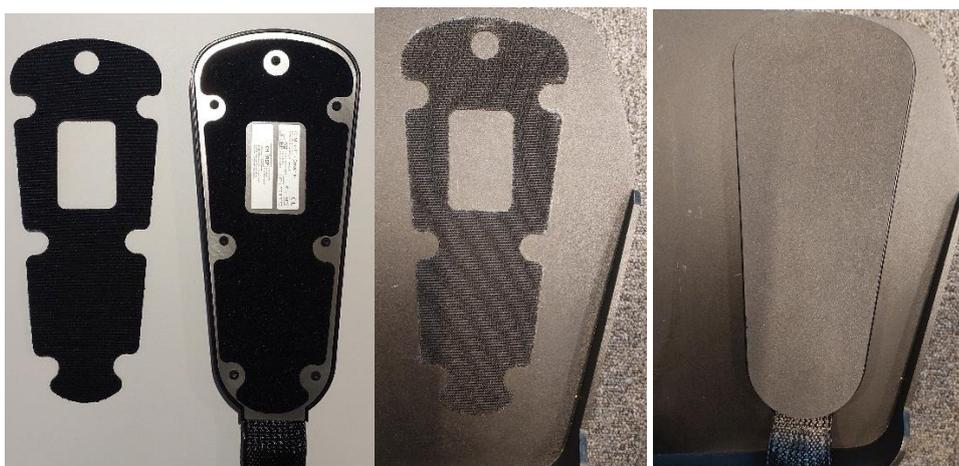

Figure 12. Velcro pour relier les socles aux repose-pieds du fauteuil roulant.
6. Placez les socles du CoMoveIT Smart sur les repose-pieds du fauteuil roulant à l'aide des attaches Velcro fournies. Voir la figure 12.